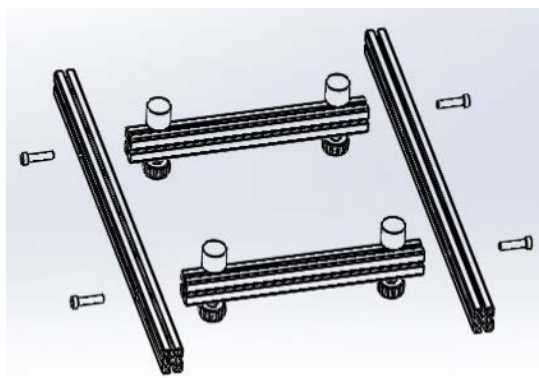

Fig. 2
3. Usando una chiave esagonale presente nella borsa per corredo e le 4 viti M8 x 40, assemblare questi elementi fra loro in maniera che sia formato un telaio piatto e piano (vedi la fig. 2)